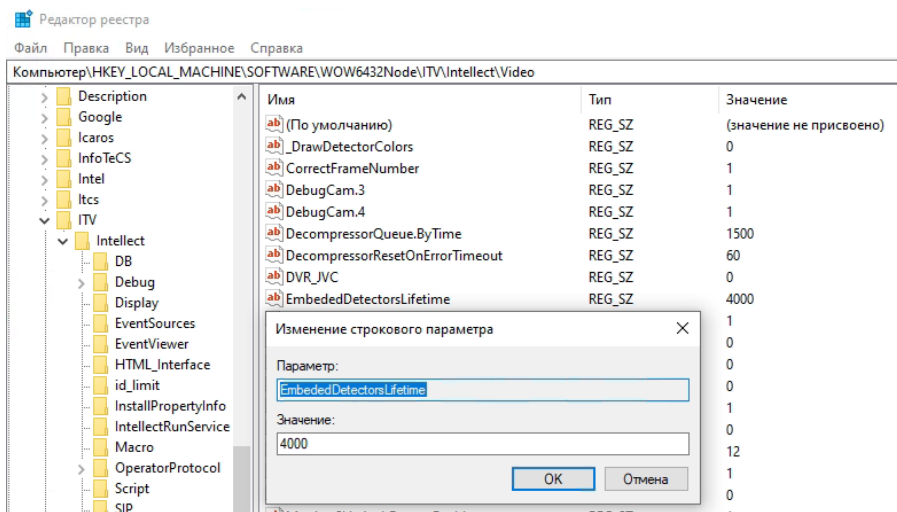

Рисунок 22 – Установка времени отображения красной рамки
- указать в параметре **EmbeddedDetectorsLifetime** необходимое время в миллисекундах (Рисунок 22).